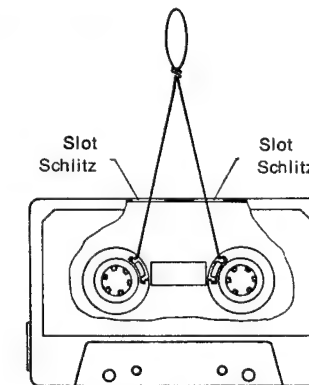

Fig. 2
- 8.2 Eine einfache, aber ausreichende Messung kann mit einer Federwaage und umgebauter Cassette durchgeführt werden (siehe Fig. 2).
- 8.3 Eine alte TB-Cassette verwenden. Das Tonband ist zu entfernen und ein ca. 20 cm langes, etwas dickeres Skalenseil an den Tellern (20 mm Durchmesser) befestigen und durch zwei eingefeilte Schlitze an der Rückseite herausführen, mit einer Schleife versehen (siehe Fig. 2) und daran eine Federwaage einhängen.
- 8.2 An easy but sufficient measuring can be carried out with a spring balance and a modified cassette (see fig. 2).
- 8.3 We recommend the use of an old cassette. Remove the tape from the cassette and insert a 20 cm piece of dial cord instead. This cord is fastened to the reels (20 mm  $\phi$ ) and led through two slots which are filed in the rear side of the cassette. Form a loop with the cord as shown in fig. 2 and then suspend spring balance.